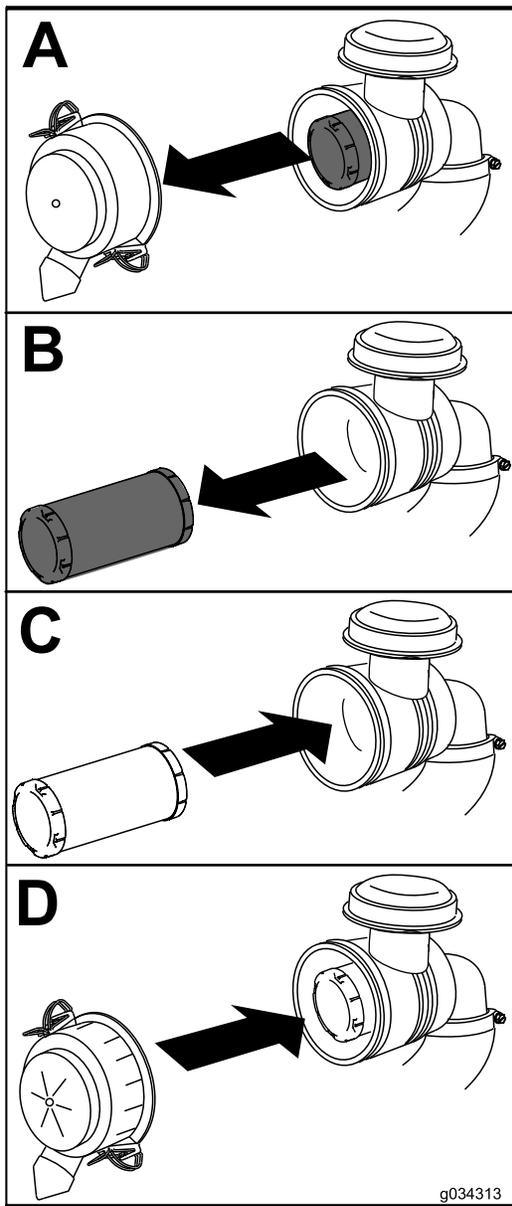

図 36
1. エアクリーナのボディからエアクリーナエレメントをゆっくり引き出す 図 36。
4. 上下方向を確認し、Upと書いてある方を上に向けてエアクリーナカバーを正しく取り付け、ラッチを掛ける 図 36。